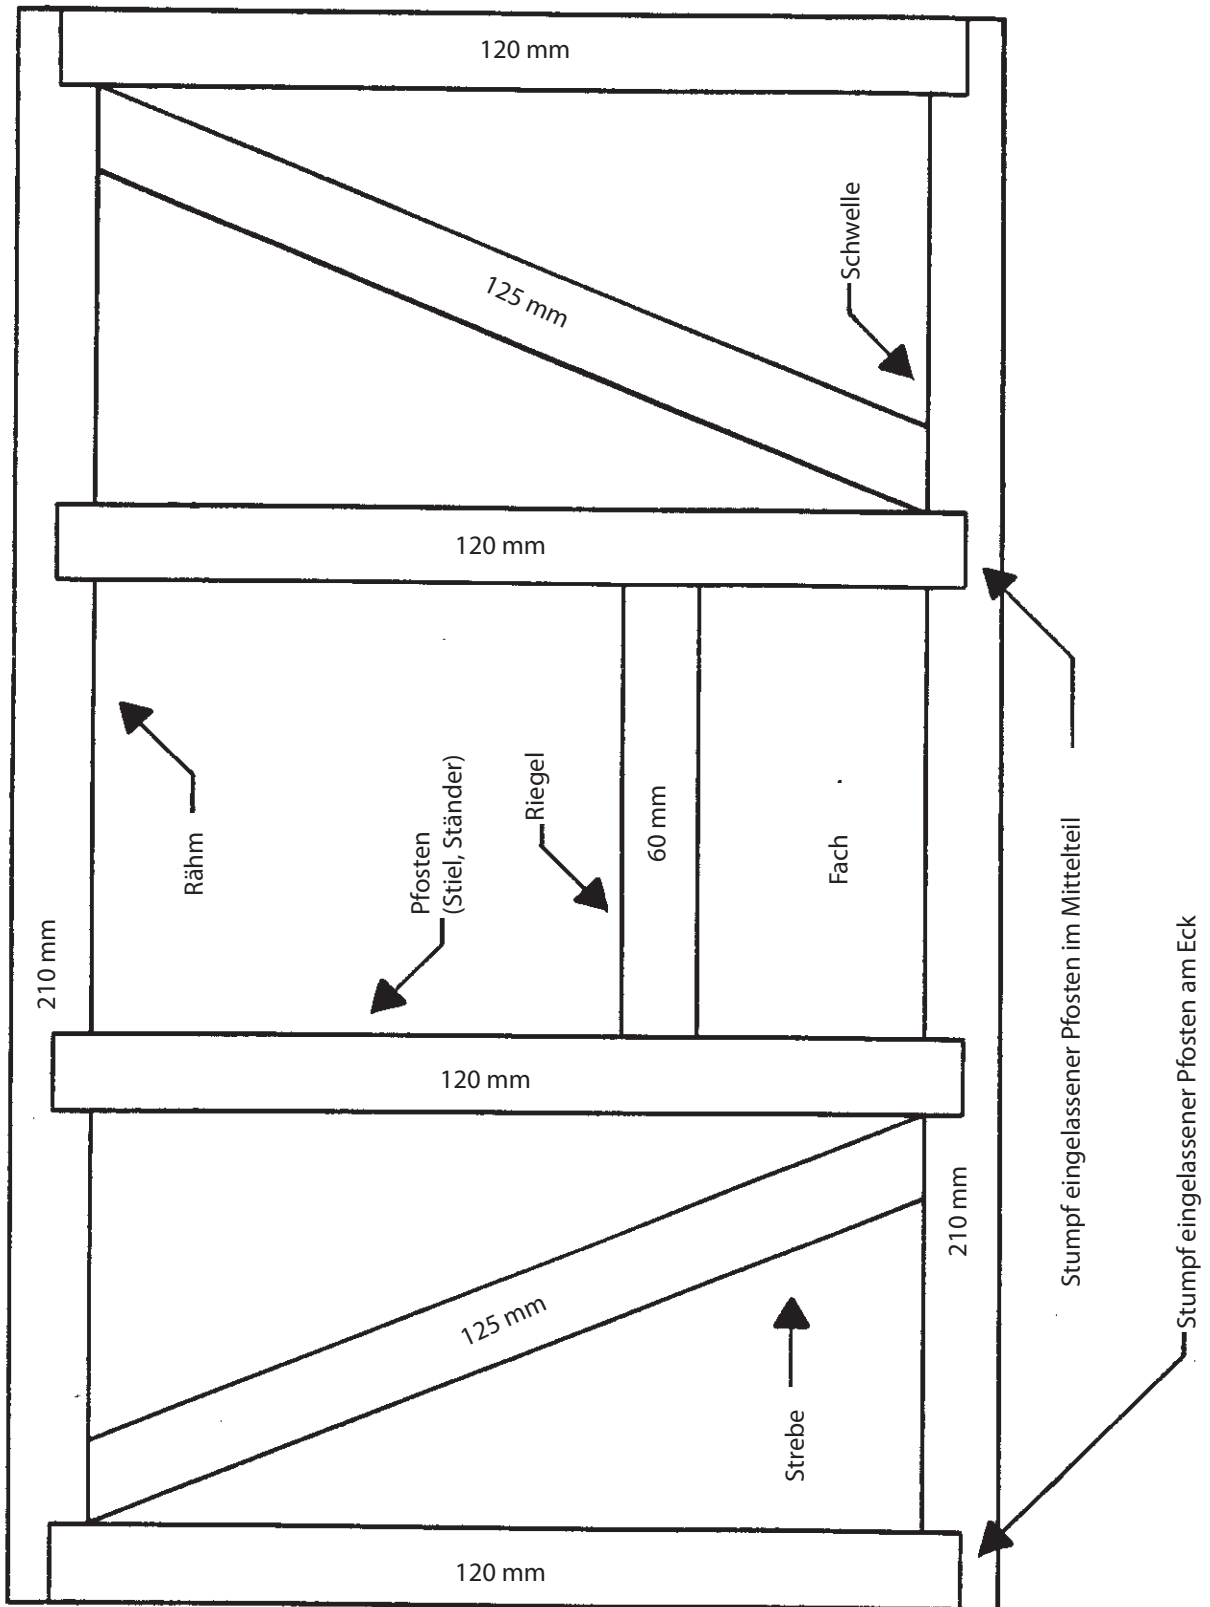

Abb. 3
- Technische Zeichnung im Maßstab 1:1 erstellen, aus der die Länge, Höhe und der konstruktive Aufbau der Seitenflächen hervorgeht (siehe Abbildung 3).